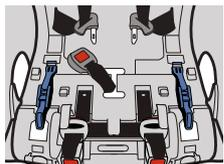

Figure 25
- Faites glisser la sangle d'un côté de la fente de la sangle d'entrejambe et poussez le bord de la sangle dans la fente de réglage, tel qu'illustré dans la **Figure 25**.